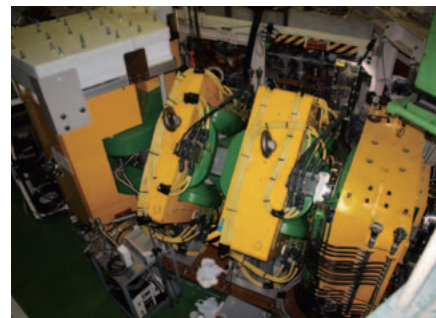

図3 気体充填型反跳分離器GARIS-II
「113番元素の合成実験は2012年10月1日をもって終了しました。次に行きますよ」と森田准主任研究員。「次は119番です」。119番を合成するには、ウラン (U) やプルトニウム (Pu) などを標的に用いる必要がある。さらに、114~118番の元素合成ではカルシウム (Ca) のビームが使われていたが、119番の合成にはチタン (Ti) やクロム (Cr) のビームが必要だと考えられている。「私たちにとってすべてが新しい挑戦で、基本的なことから勉強し直す必要があります。でも、自信はあります。119番元素合成に対応できるGARIS-IIも開発済みです」(図3)